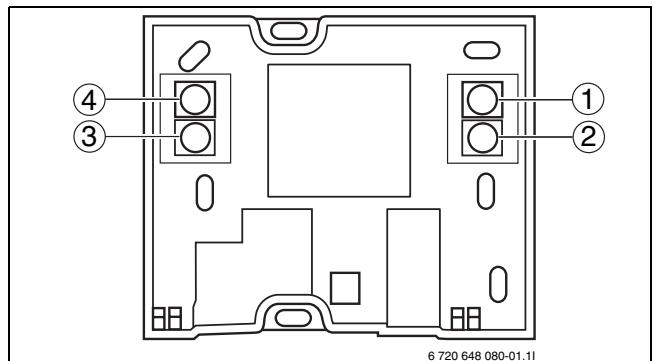

Bild 2 Anslutningar
- ▶ Kontrollera att de fyra kablarna är anslutna på kontakter enligt (→ Bild 2).
- ▶ Var noga med att ansluta rumsgivaren på korrekt sätt så att +12V, CANH, CANL och GND enligt (→ Bild 2) kopplas till motsvarande anslutningar ([31-34] eller [35-38]) på kretskortet (→ Bild 4). Se elschema Externa anslutningar i värmepumpens installationshandbok.